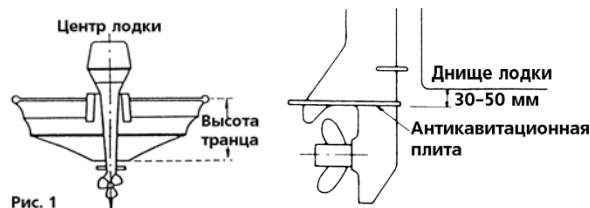

Рис. 1
(1) Положение над линией киля:
- установите мотор по центру лодки (см. Рис.1)
(2) Совмещение транца.
Положение распорного стержня считается правильным тогда, когда лодка находится в горизонтальном положении, как показано на Рис.1.